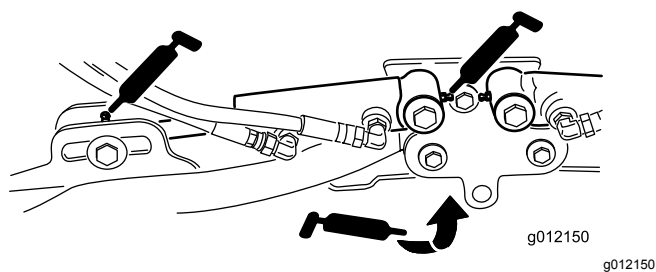

図 39
- 昇降アームのシリンダ各カuttingユニットの2ヶ所 図 39
- 昇降アームのピボット各アームに1ヶ所 図 39